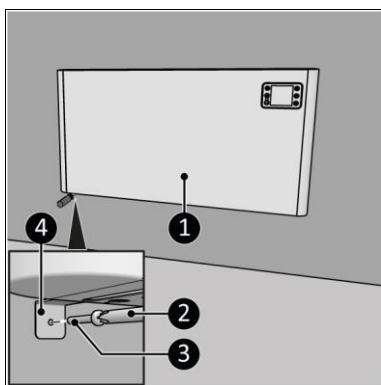

Figura 13
15. Înșurubați și strângeți suporturile dispozitivului (Figura 13, poz. 3) cu un șurub mare (Figura 13, poz. 2) pe perete, folosind o șurubelniță cu cap în cruce (Figura 13, poz. 2).